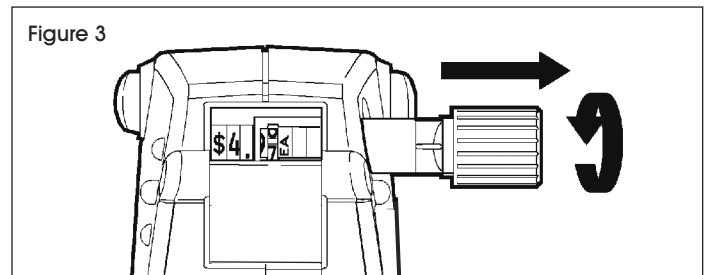

Figure 3
2. Tournez le bouton jusqu'à ce que le caractère souhaité apparaisse en noir sur fond blanc entre les indicateurs. Pour imprimer un blanc, sélectionnez l'espace en blanc pour cette bande. (Voir Figure 3)